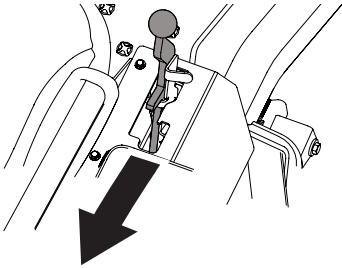

Figura 17
2. Conecte el freno de estacionamiento colocando los pedales de control de conducción en punto muerto y tirando de la palanca del freno de mano hacia atrás. Consulte la Figura 17.